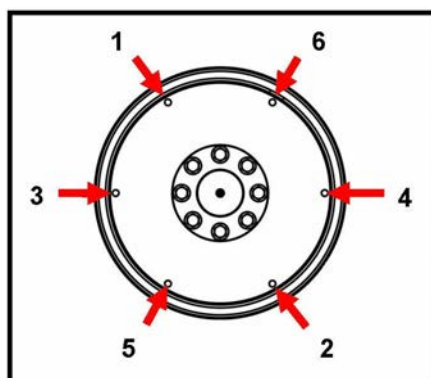

FIGURA 15. SEQUÊNCIA DE FIXAÇÃO
10. Aperte os parafusos para fixar o disco de acoplamento ao volante do motor, de acordo com a sequência ilustrada em Figura 15 na página 27.